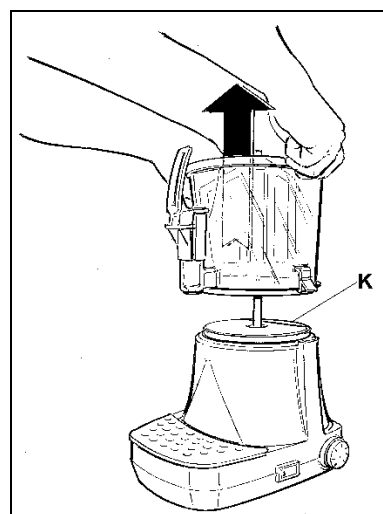

Fig. 14
- Chaque fois que l'on repositionne le bol sur la plaque, s'assurer que la sonde (K) soit parfaitement en contact avec le fond du bol (voir fig. 14).